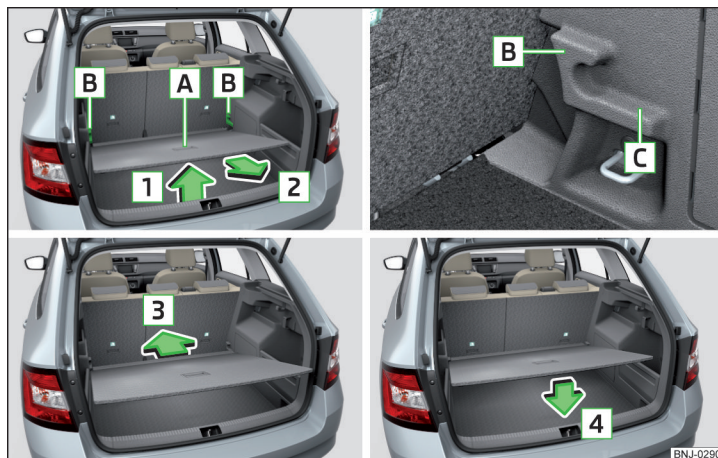

Fig. 115 Reglarea podelei variabile în poziția superioară/inferioară
- ▶ Ridicați podeaua variabilă de mânerul **A** în sensul săgeții **1** și împingeți-o parțial în sensul săgeții **2** » fig. 115.